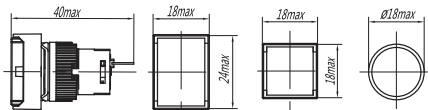
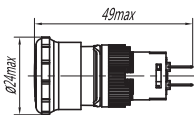

图2 NP6NE-DS、D、BS、B、XD外形尺寸示意
图6 NP6NE-ZS外形尺寸示意
3.1按钮安装开孔直径为 $\varnothing 16$ ，按钮安装孔中心距最小距离应保持25mm，外形尺寸见图2～图6，型号规格重量见箱贴。